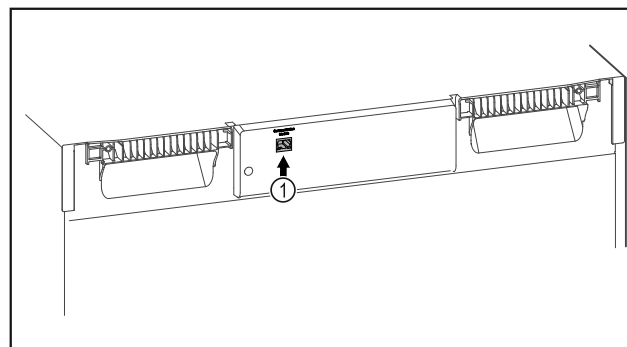

Fig. 103
- Vstavljen je SmartModule Fig. 103 (1).